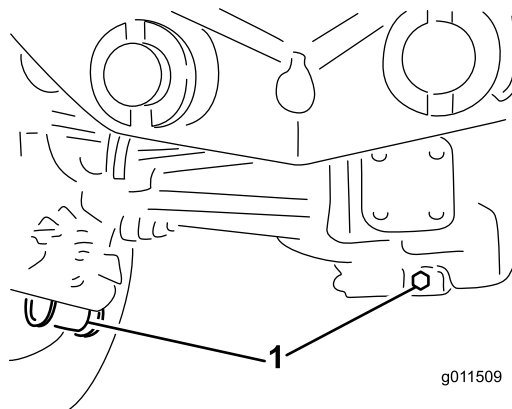

Figura 90
2. Limpie la zona alrededor de los tres tapones de vaciado, uno en cada extremo y uno en el centro (**Figura 90**).